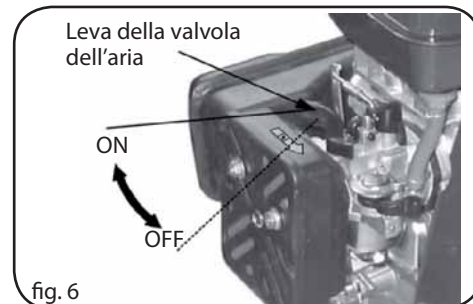

fig. 6
2. Portare la leva della valvola dell'aria in posizione OFF (Fig. 6).